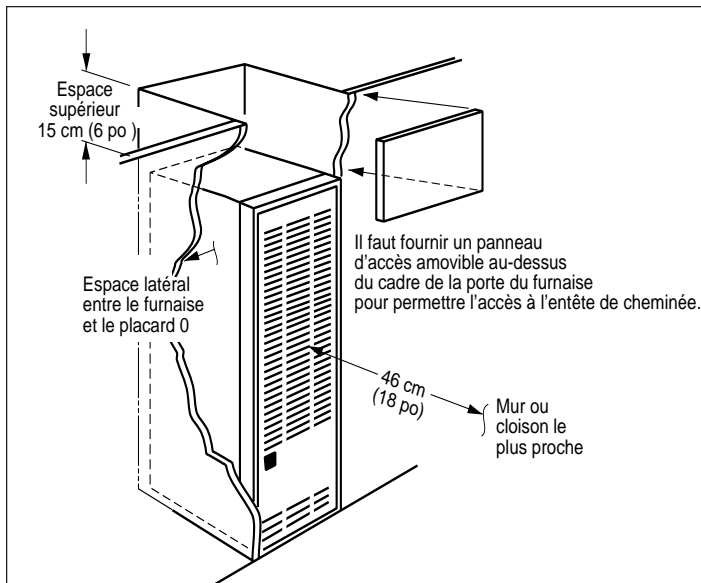

Figure 2. Installation dans une alcôve
Le fournaise doit être placé de façon appropriée pour la distribution et le retour d'air du système (voir DISTRIBUTION D'AIR, page 7). Les côtés et le dos du fournaise peuvent être enclos par un mur (voir « Espace minimum », tableau 4 et figures 2 à 5).
- Installation dans une alcôve (voir figure 2) - Espace minimum de 45 cm (18 po) à l'avant du fournaise pour l'entretien. Un panneau d'accès amovible doit être installé entre le haut du bâti de la porte du fournaise et le plafond.